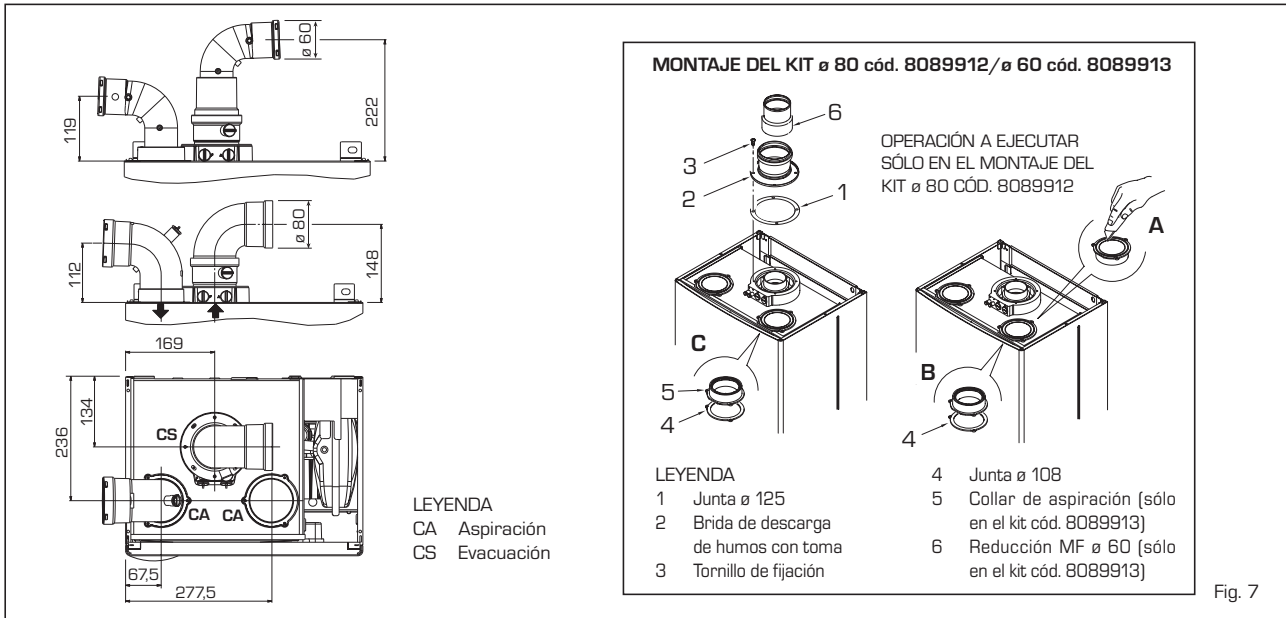

Fig. 9
2.6.1 Accesorios de los conductos separados (fig. 9)
Los esquemas de la fig. 9 ilustran algunos ejemplos de las diferentes modalidades de